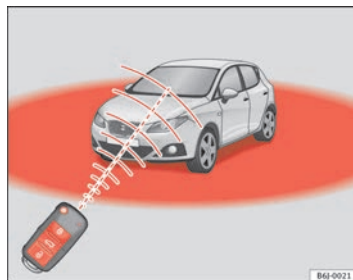

Fig. 45 Radio de acción del mando a distancia por radiofrecuencia
Además, el testigo de la pila de la llave $\Rightarrow$ fig. 45, parpadea.
- El mando a distancia por radiofrecuencia funciona únicamente dentro de su radio de acción ⇒ página 86, fig. 45.